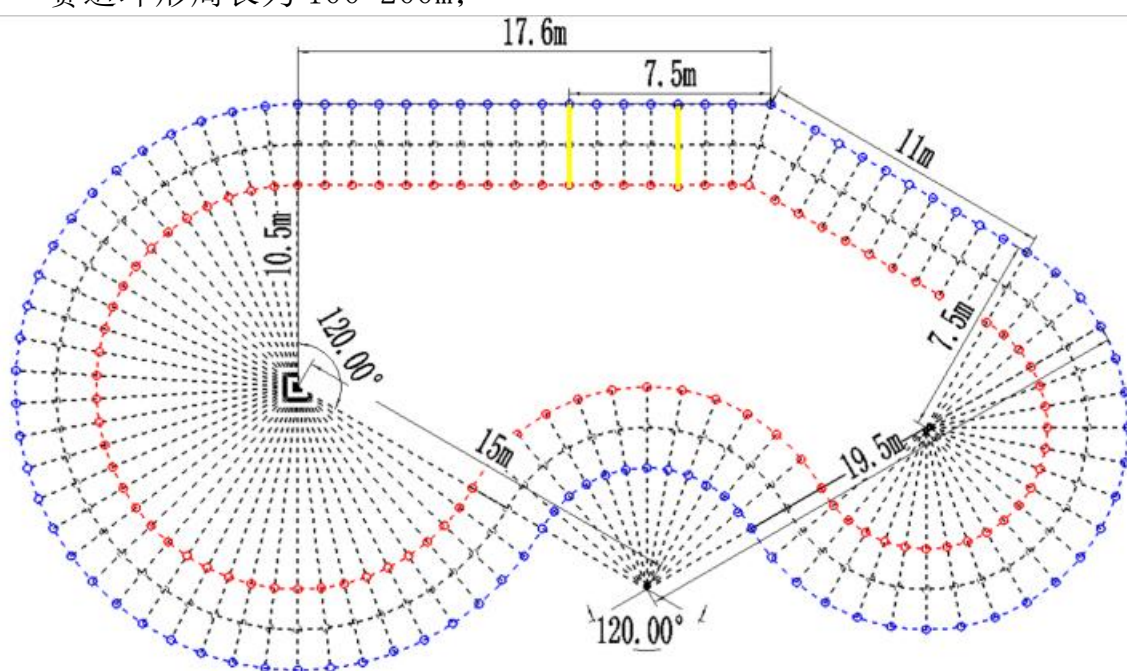

图1 赛道示意图
(1) 各弧度或直线区域锥桶需均匀摆放(折角处除外)，具体摆放位置参考图 1；
(2) 图中虚线只为描述锥桶之间相对摆放位置，真实赛道由锥桶构成，赛道中没有虚线；
(3) 折角顶点处会有一个锥桶，两侧锥筒一一对应；
(4) 比赛时智能车需要沿着赛道逆时针运行；
(5) 黄线为发车区域，绕行两圈后，卡丁车需停在发车区域内。